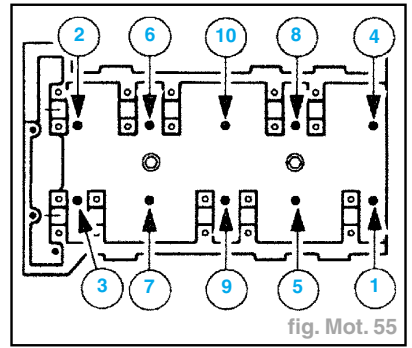

fig. Mot. 55
- Déposer les vis de culasse avec l'outil spécial 21-167 (clé à douille pour vis de culasse) en respectant l'ordre de serrage indiqué (fig. Mot. 55).